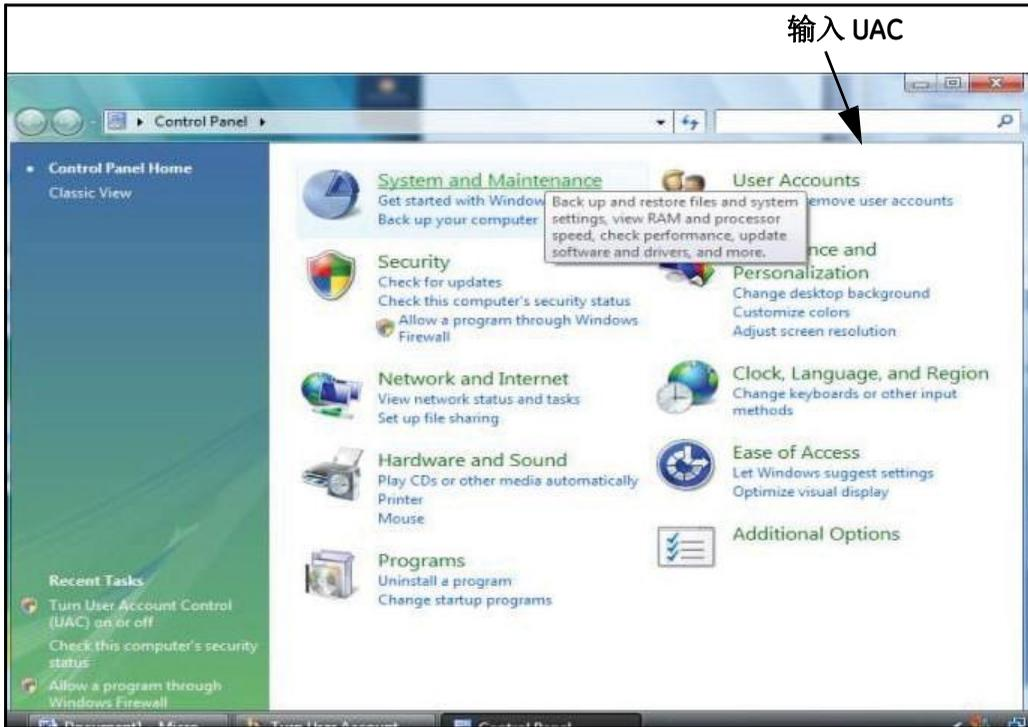

图 98: Control Panel (控制面板窗口)
2. 在 **Control Panel** (控制面板) 中的 **Search box** (搜索控制面板), 输入 “uac” (如下页图 98 所示).